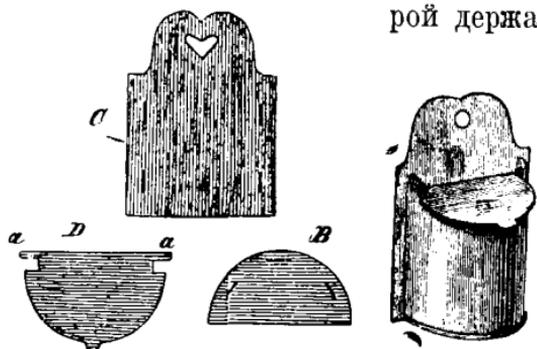

Рис. 129.
*Солонка* (рис. 129). На рисункѣ 129 изображена висячая солонка, въ которой держать въ кухнѣ соль, въ цѣломъ видѣ и отдѣльныя части, изъ которыхъ она составляется. Чтобы сдѣлать эту солонку, выпиливаютъ четыре пластинки такой формы, какъ показано на рисункѣ: полукруглую переднюю стѣнку (*A*), заднюю стѣнку (*C*), дно (*B*)